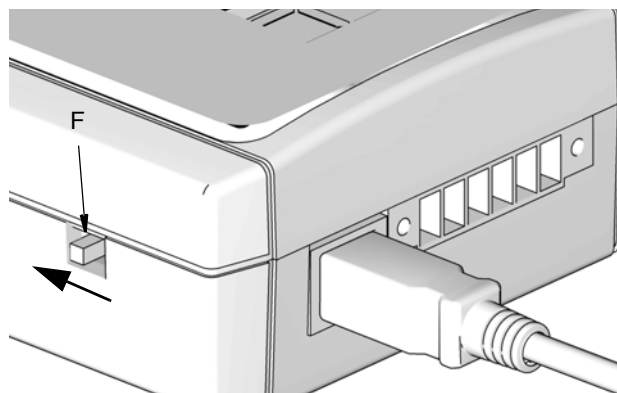

Рис. 6
3. Переключатель (F) должен находиться в правильном положении для соединения USB. Настройки переключателя см. на Рис. 6.